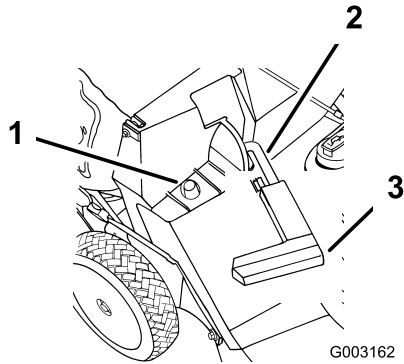

Figura 20
2. Asegúrese de que el tirador de la puerta de descarga está totalmente hacia adelante y que la clavija está situada en el cierre (Figura 20).
3. Coloque el agujero del marco de la bolsa sobre el poste de retención en el conducto de descarga (Figura 20).
2. Levante el tirador de la puerta de descarga y muévelo hacia adelante para que la clavija entre en el cierre (Figura 20).